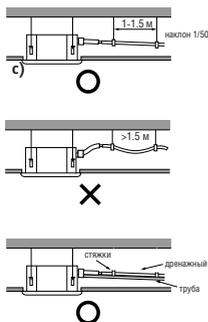

Рис. 28
- Чтобы конденсат не затекал обратно в кондиционер после его выключения, дренажный шланг должен быть слегка наклонен вниз наружу (от кондиционера) под углом около 1/50. На шланге не должно быть подъемов и петель (рис. 28-а).
- В процессе подключения дренажного шланга не тяните за него, чтобы не сместить кондиционер. Через каждые 1–1,5 м нужно закрепить шланг, чтобы он не провисал (рис. 28-б).
- Если шланг очень длинный, закрепите его часть, находящуюся внутри помещения с защитной трубой, чтобы он не провисал (рис. 28-с).